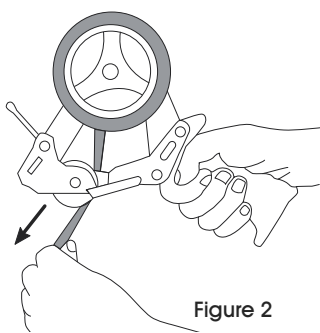

Figure 2
2. Unroll 5-6 inches of tape (sticky side down) and thread between smoothing roller and metal loading gate. (See Figure 2)
2. Déroulez 12 à 15 cm (5 à 6 po) de ruban (côté adhésif vers le bas) et enfillez-le entre le rouleau de lissage et la porte de chargement en métal. (Voir Figure 2)